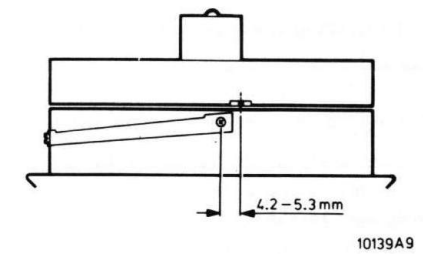

Fig. III-1
- Stel R9 van U219 nu zodanig in dat de afstand, gemeten in draairichting van de kopschijf, tussen de bevestigingsschroef en de spleet van de videokoppen $4,2-5,3 \text{ mm}$ is (zie Fig. III-1).